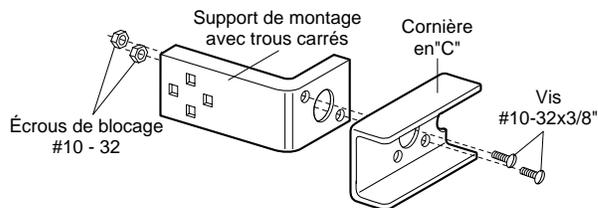

Figure 2
2. Montez chaque unité sur un support à fente en utilisant le matériel indiqué en figure 2. **Remarquez l'alignement des supports pour les côtés gauche et droit de la porte.**
4. Utilisez les trous de montage de support comme un modèle pour positionner et percer (2) trous pilotes de 3/16" de diamètre de chaque côté de la porte de garage à 4"-6" du sol mais **sans dépasser 6"** (reportez-vous à la mise en garde de la page 12).
5. Attachez les unités de support à l'aide de vis à pas lent de 1/4"x1-1/2" comme indiqué en figure 2.